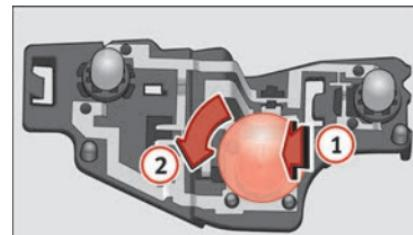

Fig. 115 Posizione delle lampadine nel portalampane.
- Premere leggermente la lampada difettosa verso il portalampane 1, ruotarla quindi verso sinistra 2 ed estrarla » fig. 115.